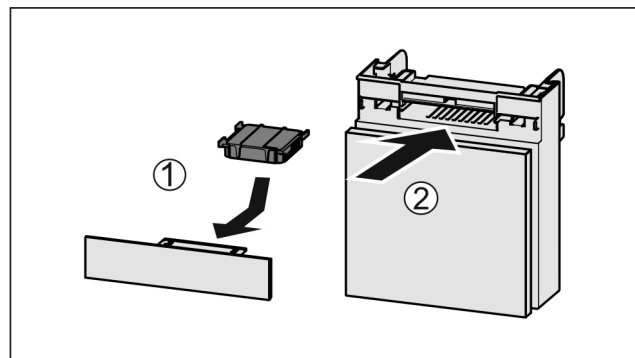

Fig. 73
- Sett inn Fig. 73 (1) aktivkullfilteret etter figuren.
- Skyv inn Fig. 73 (2) hyllen.